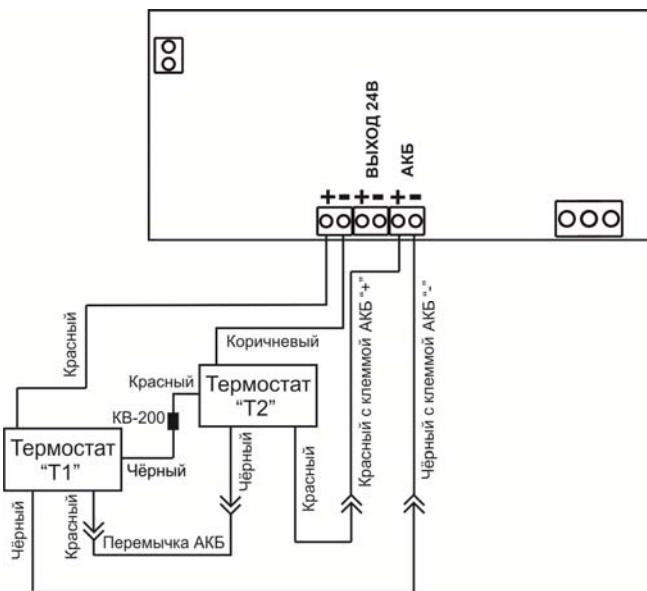
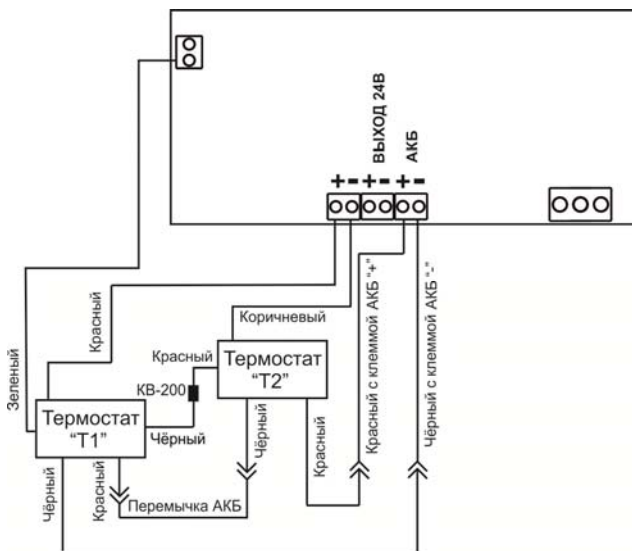

Рисунок 3. **Стандартный** вариант подключения термостата АКБ к источнику (без отключения термостатирования в режиме «Резерв»)
Рисунок 4. **Экономичный** вариант подключения термостата АКБ к источнику (с отключением термостатирования в режиме «Резерв»)
- При эксплуатации источника в условиях низких температур рекомендуется использовать устройство обогрева аккумулятора термостат АКБ -12/7(АКБ -12/12). Подключить термостат по одной из схем рисунок 3 или рисунок 4 Приложения в соответствии с указанной полярностью. При эксплуатации источника без термостатов, подключить АКБ к клеммам «АКБ» с учетом полярности (красный провод – к клемме «плюс» АКБ), положить под АКБ прокладку из пенофола;